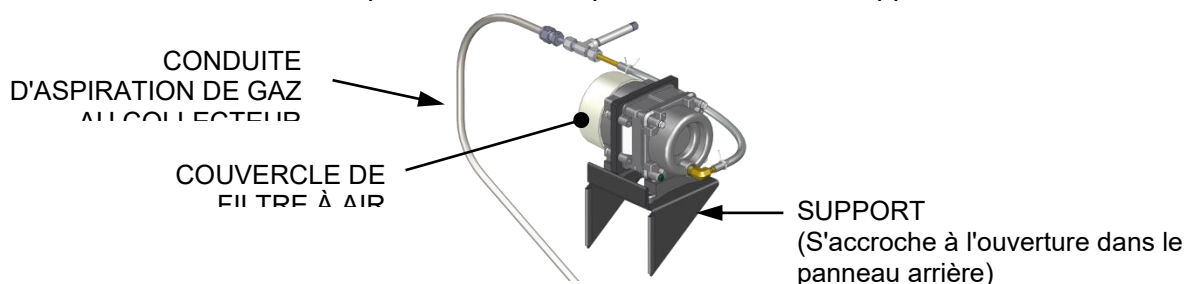

Figure 8-4 : Assemblage de l'éducteur d'air – BMK5000 et 6000
1. Retirez le couvercle en plastique du filtre à air de la pompe à air et nettoyez ou remplacez le filtre à air (voir la figure 8-4 ci-dessous).